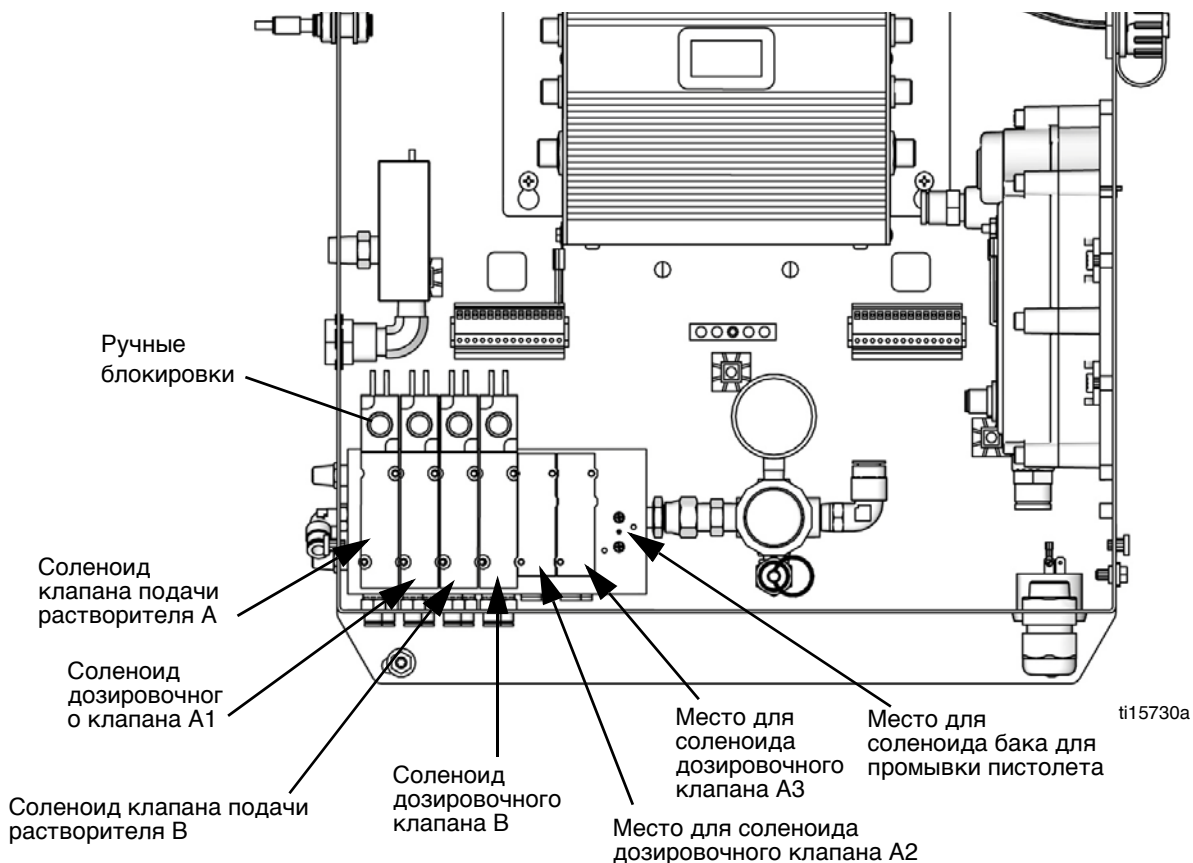

Рис. 1. Соленоидные клапаны в блоке управления
- При нажатом спуске пистолета установите ручную блокировку на соленоидах клапанов дозировки и подачи растворителя А и В, чтобы сбросить давление. См. Рис. 1, стр. 12. Удостоверьтесь, что давление жидкости упало до 0.
- При нажатом спуске пистолета установите ручную блокировку на соленоидах клапанов дозировки А1 (А2, А3) и В, чтобы сбросить давление. См. Рис. 1, стр. 12.
- При нажатом спуске пистолета установите ручную блокировку на соленоидах клапанов подачи растворителя А и В, чтобы сбросить давление растворителя. См. Рис. 1. Удостоверьтесь, что давление растворителя упало до 0.
7. Снимите крышку блока управления, чтобы получить доступ к соленоидным клапанам. См. Рис. 1, стр. 12.
- Промойте контур подачи компонента А. См. Рис. 1, стр. 12. Установите ручную блокировку на дозировочном соленоидном клапане А, направьте пистолет в заземленную металлическую емкость и нажмите на спуск.